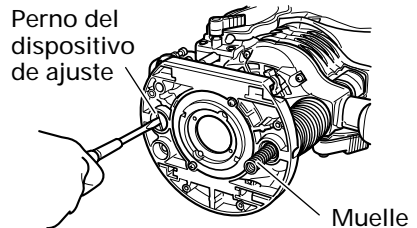

Fig. 18
- (1) Afloje los cuatro tornillos de la subbase y retire la subbase.
- (2) Afloje el perno del dispositivo de ajuste y retírelo, de tal forma que el muelle se pueda retirar. (Fig. 18)